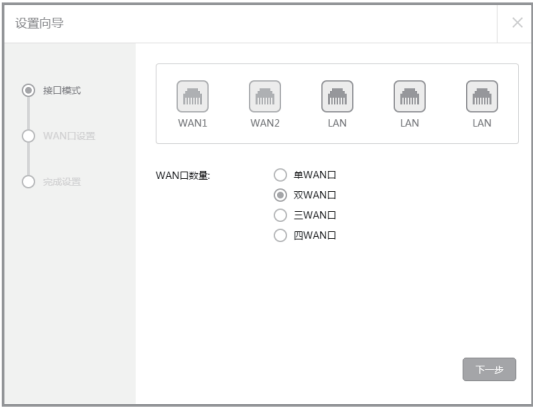

图4-2 快速配置界面
3. 登录后进入快速配置界面，如图4-2所示。您可以根据自身情况选择WAN口数量，选择完成后，点击“下一步”。